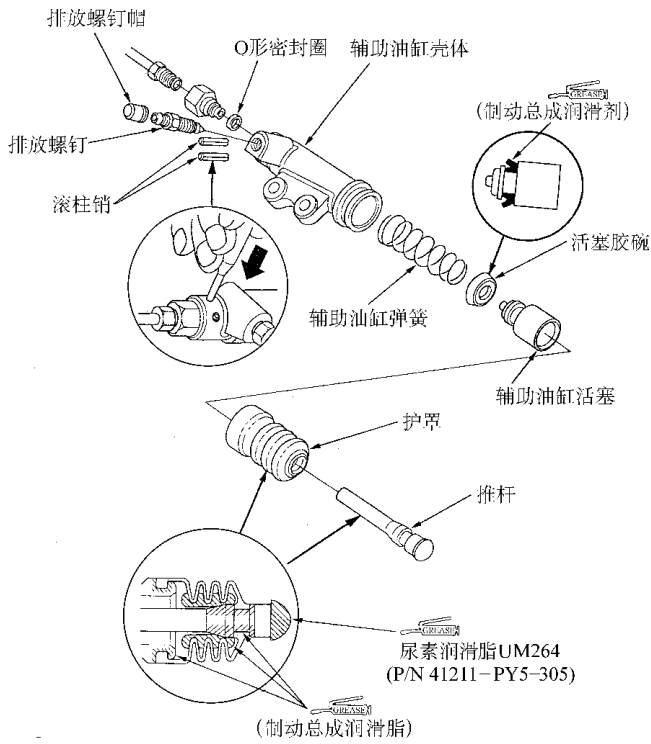

图 4-13 辅助油缸分解图
- ③ 将排放螺钉拧至 8N·m，不要旋的过紧。
- ④ 工作结束后，向离合器主油缸重新添注制动液。
- 在进行辅助油缸的大修时，除按上述操作步骤外，还可参照分解图 4-13 所示进行。